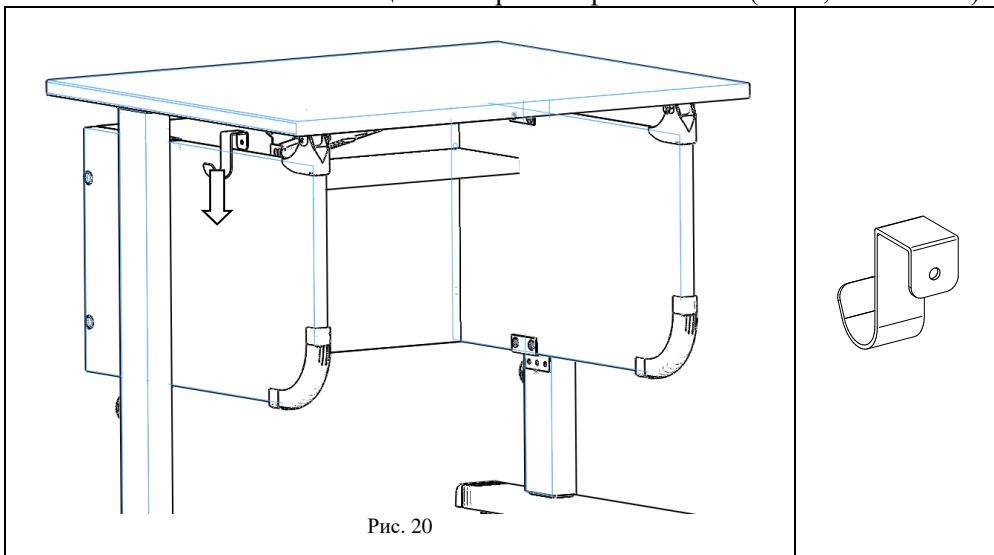

Рис. 20
5.7.2. Установить крючок (поз.1, пакет №66) на стенку боковую правую или левую, см. рис.20.